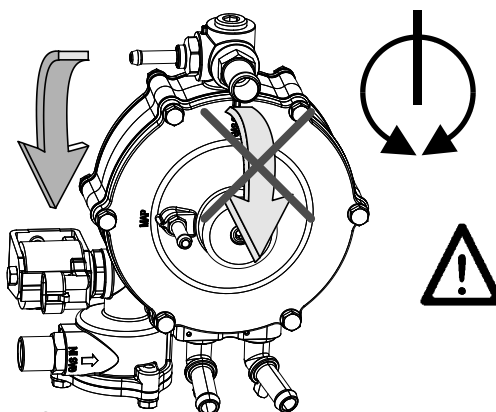
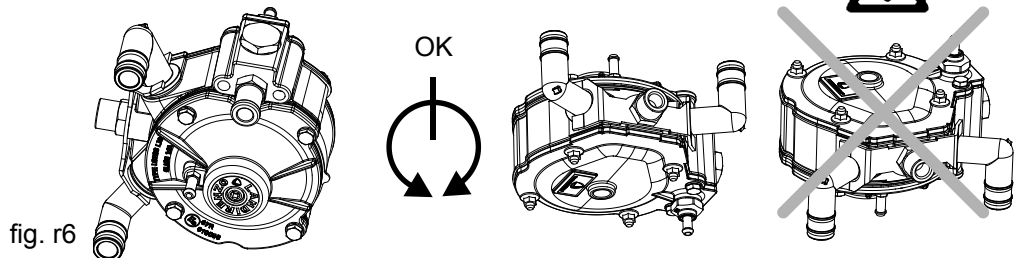

fig. r2
fig. r6
- non installare il riduttore capovolto (vite di regolazione pressione verso il basso, vedi fig.r2 e fig.r6), per il resto non ci sono vincoli particolari per l'orientamento del riduttore di pressione, tuttavia è preferibile che i raccordi gas e la vite di regolazione siano facilmente accessibili per consentire gli interventi di manutenzione;